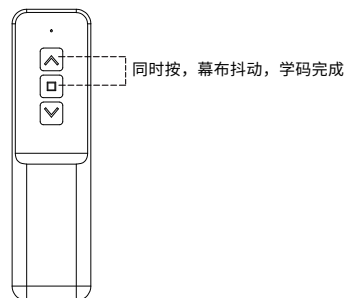

图17
1.先断开幕布电源,10秒后再重新接入电源,幕布上下微动1次提示上电;上电10秒以内,同时按遥控器“停止键”和“上行键”,幕布再上下微动1次学码成功。(如图17)